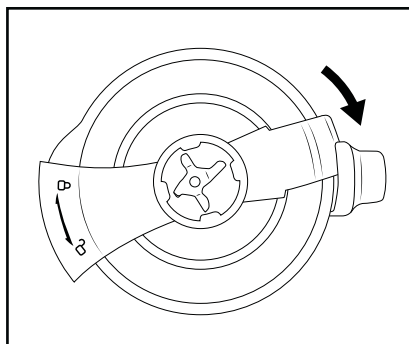

Fig. 3
- Rode o bloqueio da tampa **14** 90° no sentido dos ponteiros do relógio (sentido ) . Num dos lados, o bloqueio da tampa **14** desloca-se sobre o bico de esvaziamento e, no outro lado, para dentro da pega do liquidificador **15** (fig. 3).